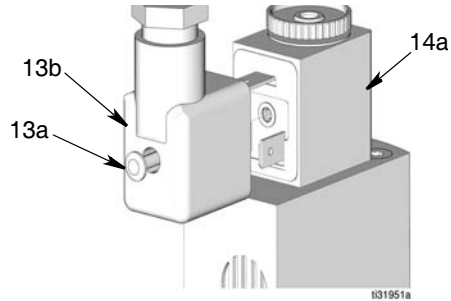

FIG. 6
8. Afrouxe o parafuso (13a) na parte traseira do conector solenoide mini-DIN (14a) e desconecte-o do conector do solenoide (14a) (FIG. 6).